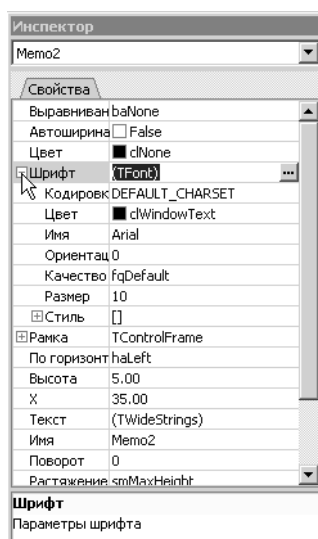

Рис. 1.4.
- ⊕ Если рядом с именем свойства расположен значок <+>, это означает, что свойства имеет подчиненные свойства. Чтобы раскрыть их список, следует щелкнуть по значку <+>. Значок сменится на <->. Чтобы свернуть список, щелкните по этому значку. На рис. 1.4 в качестве примера показан список дополнительных свойств шрифта.